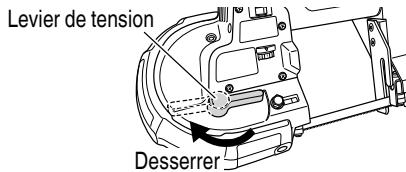

Fig. 16
- Desserrez le levier de tension dans le sens indiqué dans la figure. (Fig. 16)
- Retirez d'abord la lame de scie à ruban du garde-poulie (C) (① sur la figure), puis du garde-poulie (A) et du garde-poulie (B), et finalement de la section des rouleaux de guidage (② sur la figure) pour la retirer complètement.